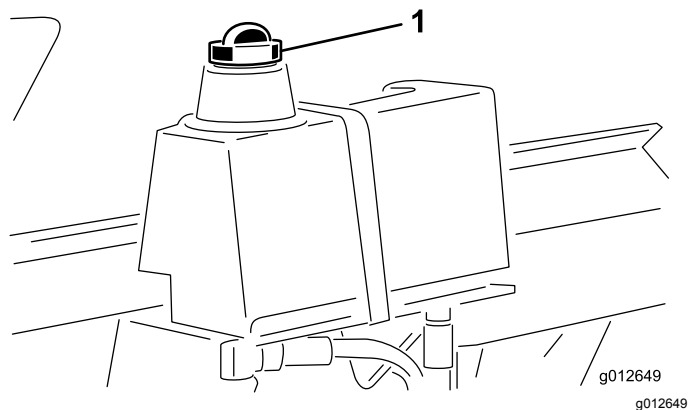

图35
3. 从液压油箱底部取出排油塞让液压油箱完全排空 图 35。
5. 清洁液压油箱加油颈和油箱盖周围的区域并取下油箱盖图35。
8. 安装液压油箱盖图35。